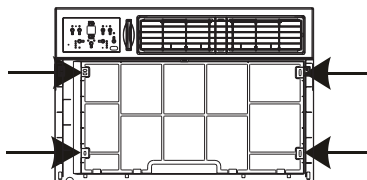

Fig.2
3. Encuentre los cuatro tornillos frontales y retírelos. Estos tornillos serán necesarios para volver a instalar el panel frontal (consulte la Fig. 2).